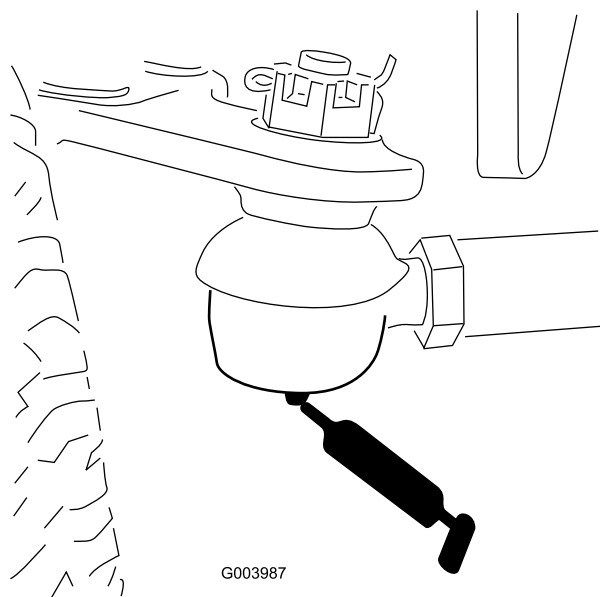

**Figure 33**
- Axe de pivot des bras de relevage (x 1) (Figure 33)